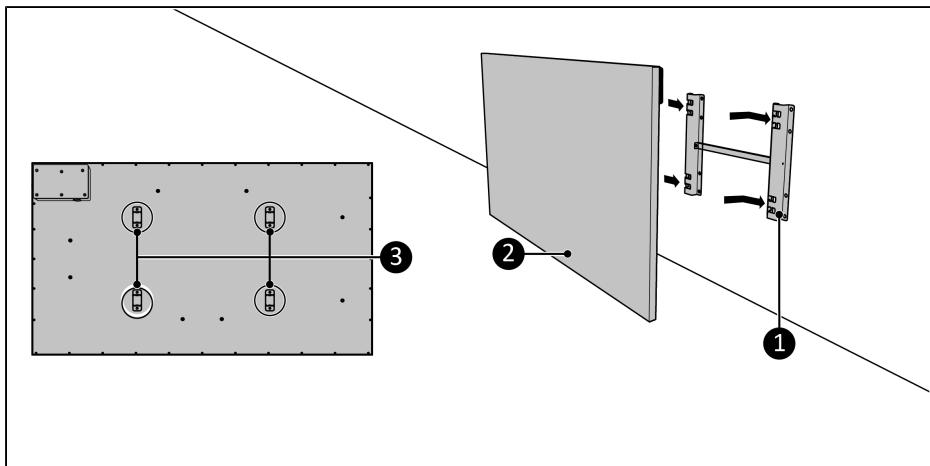

Figure 76.
5. Placez les supports de l'appareil (Figure 76, pos. 3) sur le support mural (Figure 76, pos. 1).
6. Glissez l'appareil (Figure 76, pos. 2) dans les ouvertures du support mural (Figure 76, pos. 1).